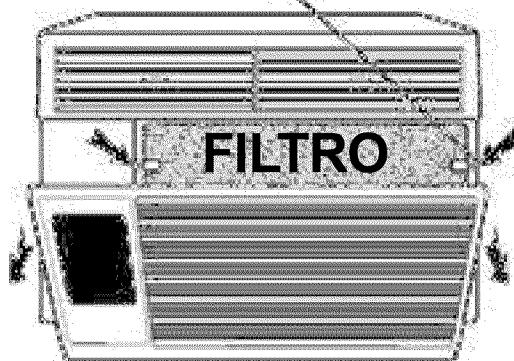

Figura 3
Abra la rejilla de aire de regreso (RA) tomándola por los bordes externos superiores y tirando hacia usted (vea la figura 3). La rejilla RA se quedará abierta hasta que se retire o se cierre. Si tiene que extraer la rejilla RA, tómela en la parte inferior y tire hacia usted.
Si la rejilla RA se ha extraído, vuélvala a colocar metiéndola primero por la parte inferior al tiempo que alinea la abertura del panel de control con el panel de control en sí (vea la figura 3).